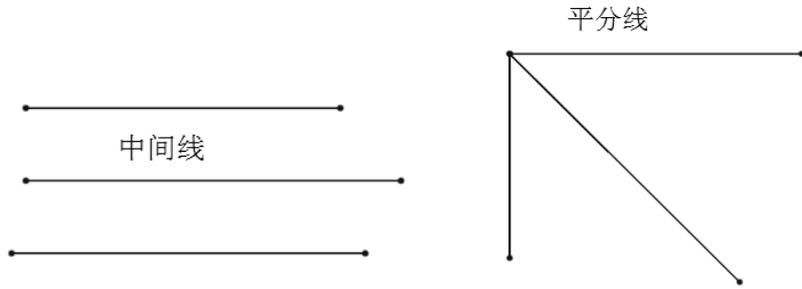

图 2-23 绘制派生直线
(9) 派生直线 \square ：在两条平行直线中间创建一条与另一条平行的直线，或在两条不平行直线之间创建一条平分线，如图 2-23 所示。